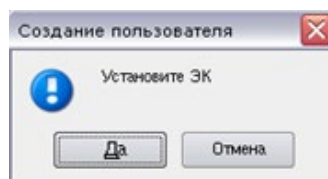

Рисунок 31 – Предложение установить ЭК
6. На предложение установить ЭК (Рисунок 31) установить ЭК в считыватель и нажать кнопку **Да**.